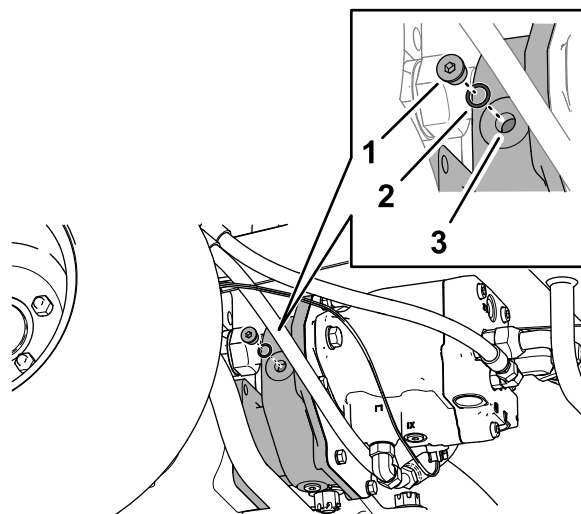

Figura 135
2. Retire el tapón de verificación/llenado del lado izquierdo de la caja del reductor de engranajes (Figura 135).